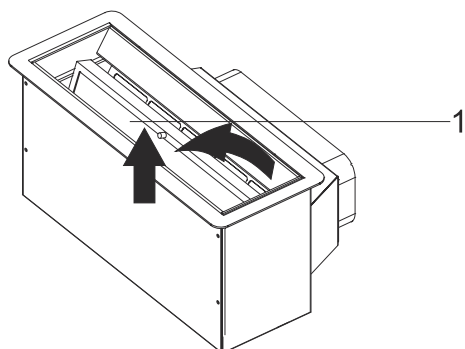

Fig. 4: Afmontering af fedtfilter
3. ➤ Træk fedtfilteret op og tag det ud (Fig. 4).